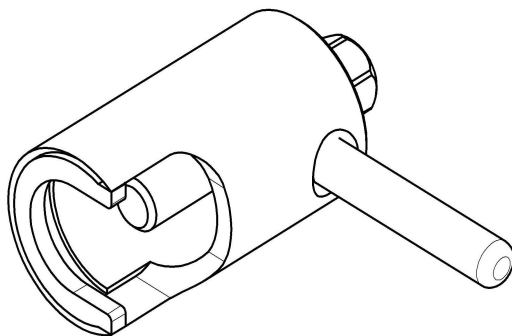

Рис. 17 Съемник крыльчатки(11000002907).
- снять крыльчатку при помощи специального съемника (см. рис. 17);